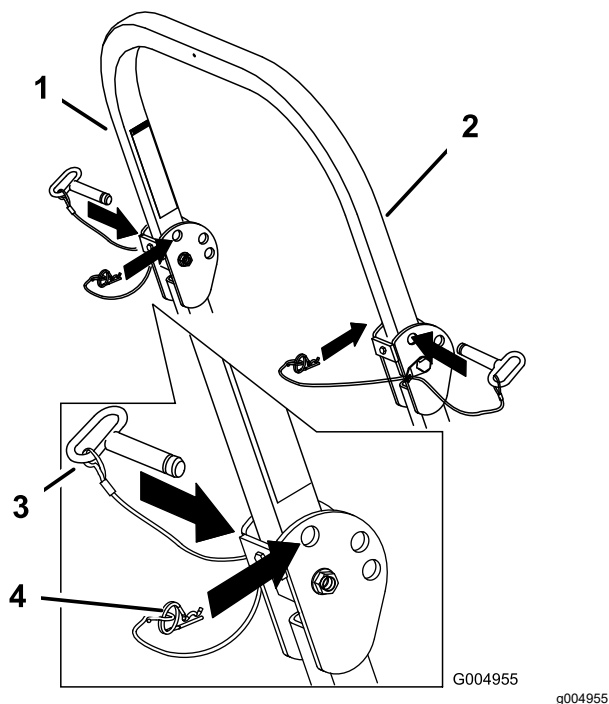

Figura 7
1. Remova os contrapinos e os dois pinos (Figura 7).
3. Instale os 2 pinos e fixe-os com os contrapinos (Figura 7).
2. Levante a barra de segurança na vertical, instale os dois pinos e fixe-os com os contrapinos (Figura 7).